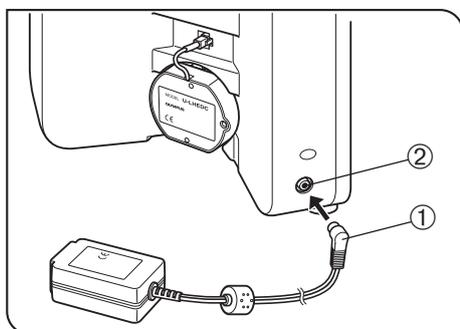

Рис. 52
## 11 Монтаж адаптера переменного тока (Рис. 52)
- Перед подсоединением шнура питания (рис. 52) удостоверьтесь в том, что главный выключатель находится в положении «O» (ВЫКЛ.).
1. Вставьте соединитель ① адаптера переменного тока в разъем ② микроскопа.